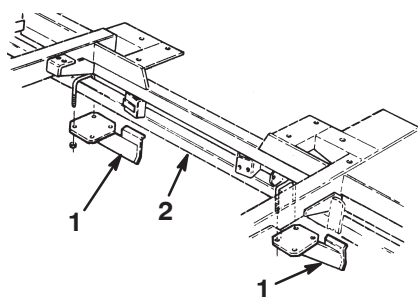

Figura 8
2. Fissate un paraurti dei rulli da ciascun lato del tubo del telaio, con bulloni a U e dadi di bloccaggio, senza stringere, come illustrato nella Figura 8.